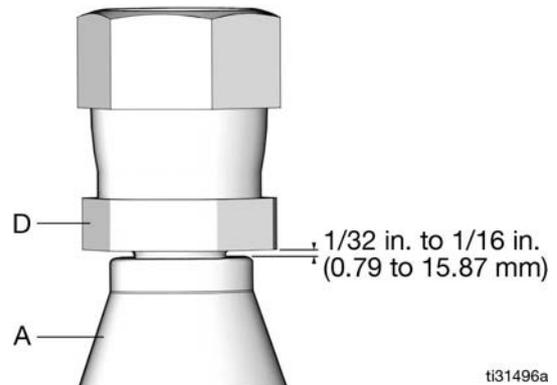

FIG. 69
8. Deje una holgura de 0,79 a 15,87 mm (1/32 a 1/16 pulg.) entre el casquillo (a) y la tuerca hexagonal (d) (Fig. 69).